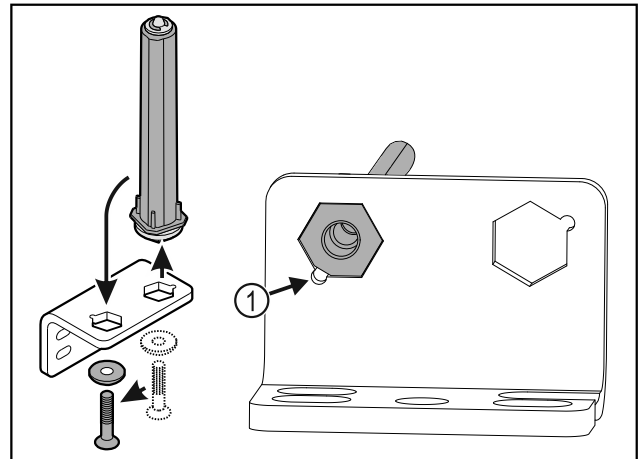

Fig. 22
- ▶ Проследите за тем, чтобы при установке скос пальца Fig. 22 (1) указывал в направлении круглого отверстия.